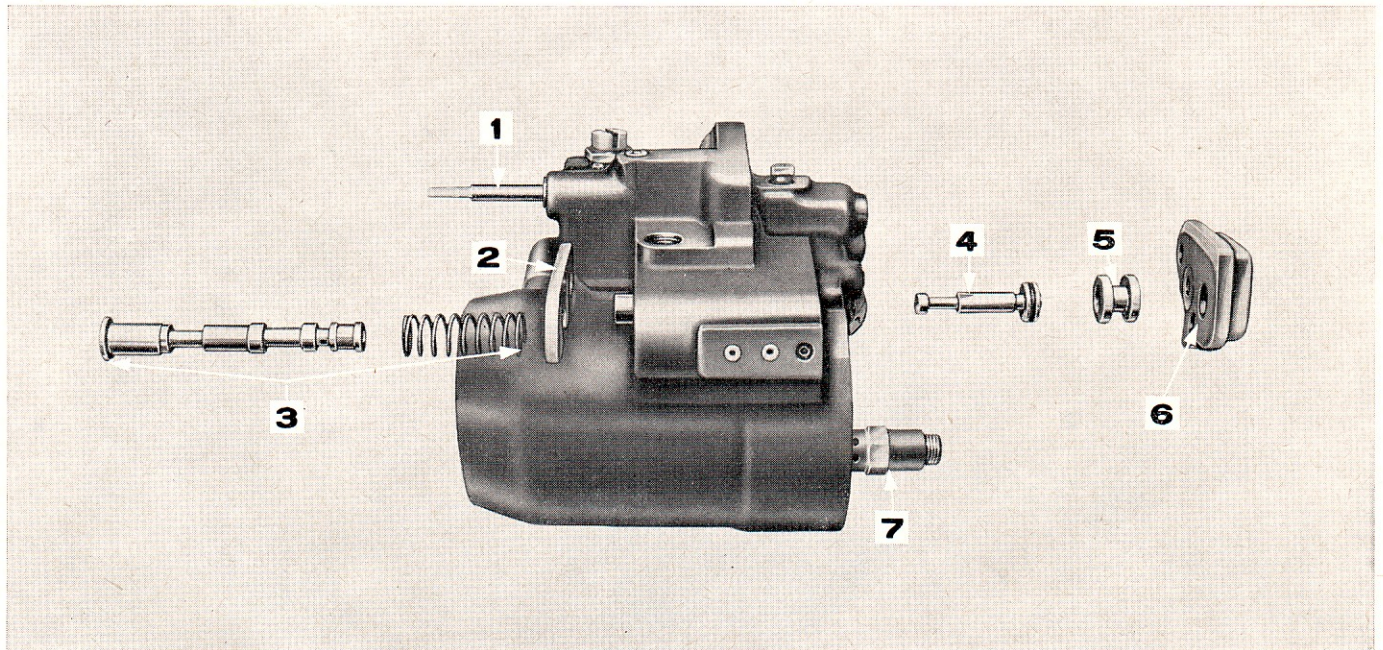

Figure 63: Vue éclatée du tiroir de commande et de la valve automatique
3. Extraire les deux boulons fixant le couvercle arrière du tiroir de commande sur le cylindre de relevage (Figure 63). Déposer le couvercle, le tiroir de commande et son ressort, en prenant soin de ne pas endommager les surfaces portantes du tiroir.
4. Extraire les deux boulons fixant le couvercle avant du tiroir de commande (Figure 63). Déposer le couvercle.